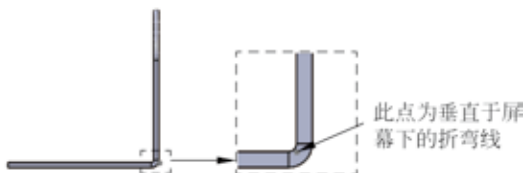

图 5.91 材料在外
- （材料在外）单选项：选取该选项时，折弯线位于固定面所在平面的外表面和折弯壁的内表面所在平面的交线上，如图 5.91 所示。